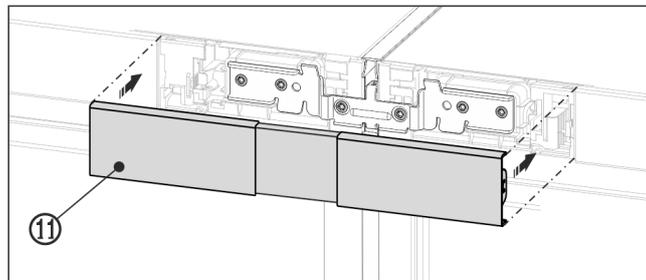

Fig. 24 例图
- ▶ 将上盖板 Fig. 24 (11) 卡紧在两块操作板中间空位处。注意, 盖板外侧必须与操作板平整连接。